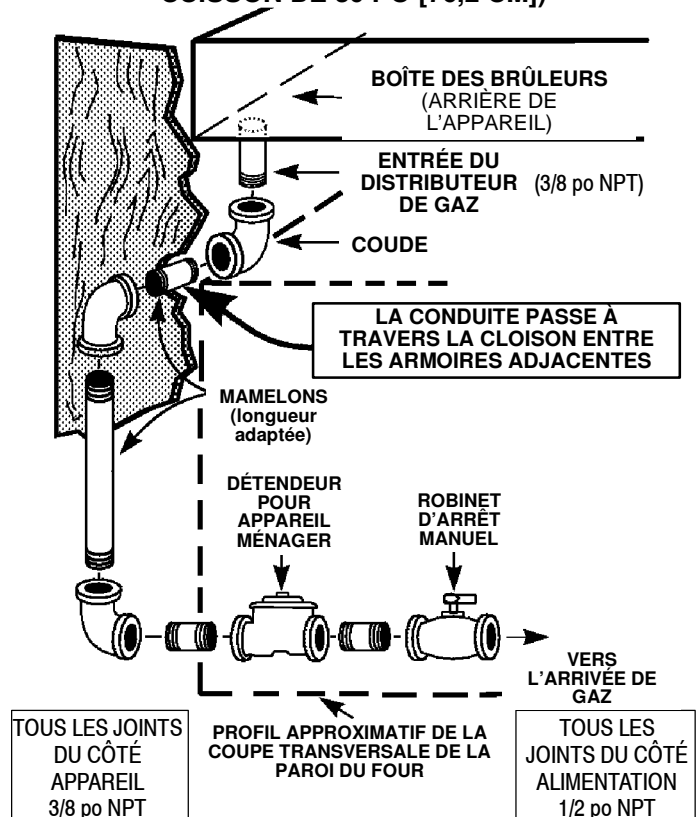

FIGURE 4
Remarque concernant la figure 4 ci-dessus :
- Pour plus de facilité à l'entretien, un raccord-union (non montré : disponible localement) doit être intégré à la conduite illustrée à la figure 4, à l'endroit le plus pratique pour la pose. En général, ce sera dans une armoire au-dessous de l'appareil, près de l'entrée du distributeur de gaz, plutôt que dans une armoire adjacente.
figure 4, page 5, illustre une cloison type (côté gauche). Le trou pour la fiche (non montré à la figure 4) peut être placé à l'endroit le plus pratique dans cette cloison gauche ou au point correspondant de la cloison droite.